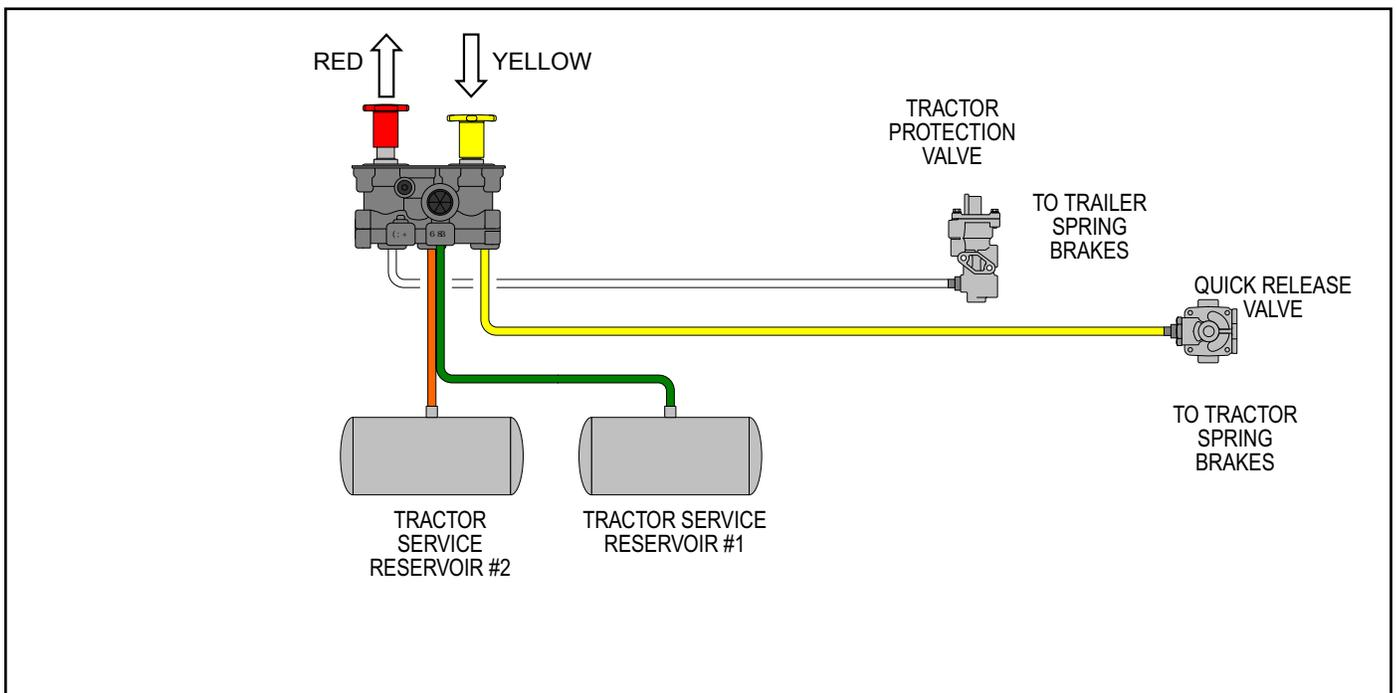

FIGURE 5 - TRAILER PARKED TRACTOR RELEASED
**ACTUATION OF TRAILER PARKING OR EMERGENCY BRAKES (FIGURE 5)**